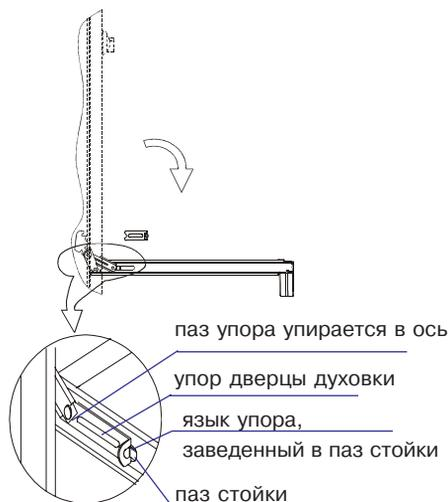

Рис.1
1. Откинуть дверцу в горизонтальное положение. Ввести в пазы, предусмотренные слева и справа в стойках дверцы, два технологических упора (рис. 1);